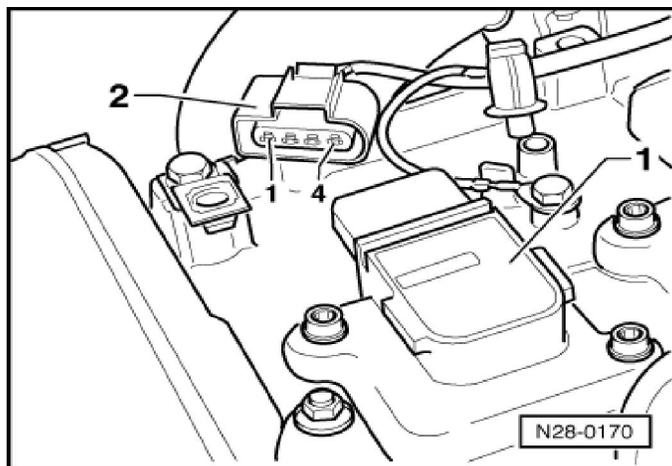

Fig. 11 Conector de 4 contactos (2) y bobina de encendido (1)
Desconecta el conector de 4 contactos (2) fig. 11 y mide la tensión de alimentación con el multímetro entre contactos 1 y 2 y entre 1 y 4, conecta el encendido: Valor voltaje de batería.